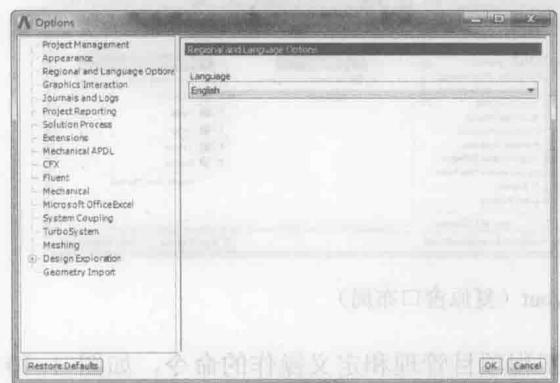

图 1-13 【Regional and Language Options】选项卡
- ◆ 【Regional and Language Options】选项卡：用于设置软件语言，如图 1-13 所示。